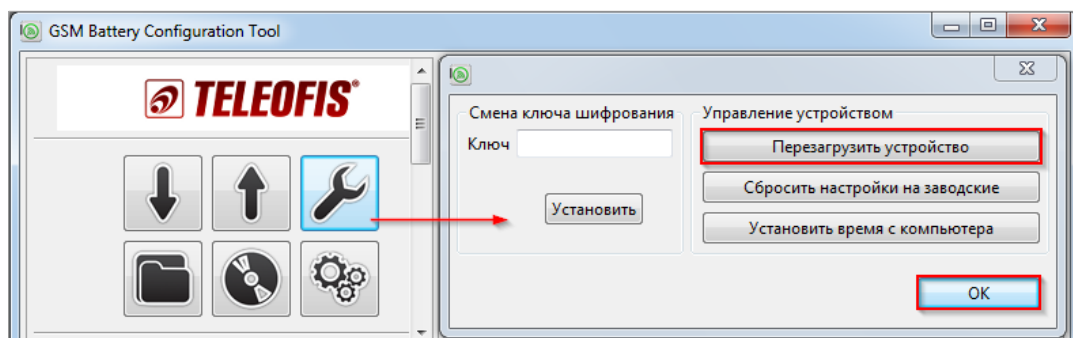

Рис. 55. Программная перезагрузка УСПД серии RTU102.
- **Программно:** с помощью программы RTU Configuration Tool. Меню **Сервисные функции** -> **Перезагрузить устройство** (Рис. 55).